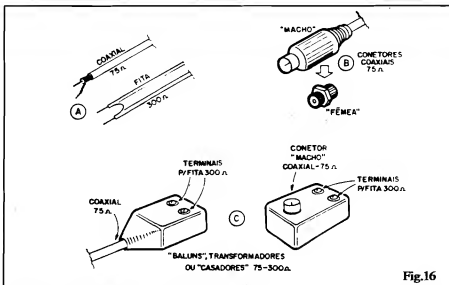

Fig.16
- **FIG. 16** - Em todas as explicações, figuras, diagramas e esquemas mostrados no presente "ESPECIAL UHF", algumas "tranqueirinhas" são citadas e mostradas com freqüência, sempre supondo que o Leitor já as conheça, pelo menos pela "cara"... Como nem todo mundo já viu ou manipulou tais implementos, a fig. 16 dá alguns detalhes importantes:
- **16-C** - Para transformar as impedâncias entre cabos, entradas, conetores, etc., sempre "casando" 75 ohms com 75 ohms e 300 ohms com 300 ohms, são usados os pequenos dispositivos conhecidos como "BALUNS" (BALOONS), "TRANSFORMADORES" ou CASADORES 57-300. Em qualquer dos modelos esses dispositivos permitem, de um lado, a ligação a cabo ou conector de 75 ohms e, do outro lado, a conexão de cabo ou plugue de 300 ohms. As ligações para 300 ohms ("fita" ou cabo "chato") são normalmente feitas via dois parafusos com olhais ou aruelas metálicas, "mecanicamente" compatíveis com os fios dos cabos "chatos". Já a ligação de conectores ou cabos coaxiais, redondos, de 75 ohms, é feita de diversas maneiras... Nos dois modelos (mais comuns...) mostrados, o primeiro admite a ligação direta de **cabo coaxial**, enquanto que o segundo serve para ligar um cabo "chato" (300 ohms) diretamente a um conector "fêmea" coaxial (ver fig. 16-B), já que o dispositivo apresenta a um conector "macho", diretamente "entubável" na respectiva "fêmea"...